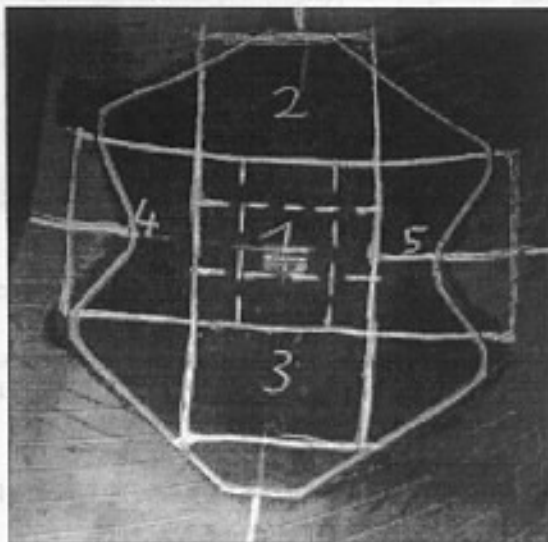

Bild 38 / Fig. 38
- ⇒ Divide the surface of the patch into squares (approx.250 mm by 250 mm) with a piece of chalk (ref.no.595 0124), starting from the centre. (Fig. 38).
- ⇒ Diviser la surface de l'emplâtre en traçant à la craie (réf.595 0124) des carrées d'environ 250 x 250 mm à partir du centre. (fig.38)
⇒ Pflasteroberfläche vom Zentrum beginnend mit Kreide (Art. Nr. 595 0124) in Quadrate ca. 250 x 250 mm aufteilen (Bild 38).